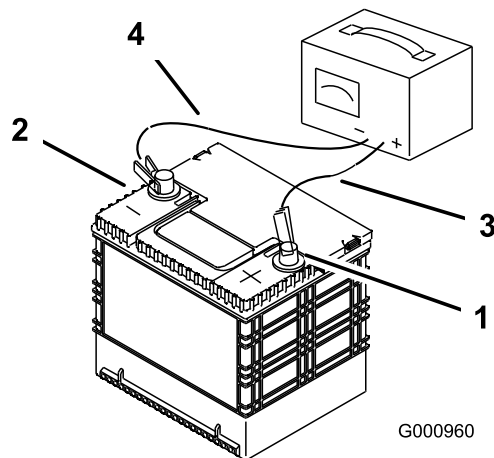

図 52
3. 充電が終わったら、チャージャのプラグをコンセントから抜いてから、チャージャのリード線をバッテリー端子から外す 図 52。